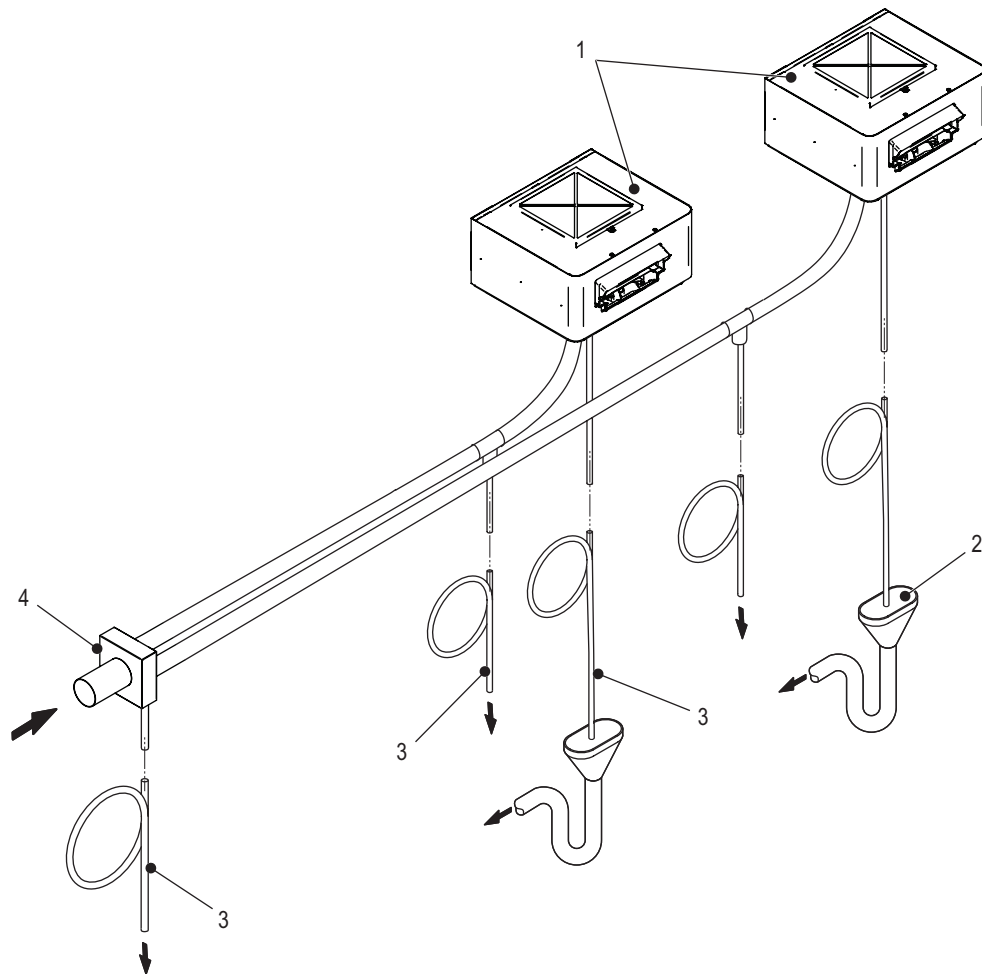

Bild 5: Typische Installation mehrerer Ventilationsgeräte mit einem Condair GS Befeuchter
Mehre Ventilationsgeräte bei den Condair GS 195/260 Befeuchtern werden abgesetzt montiert und über einen Dampfschlauchadapter angeschlossen (siehe Bild 5). Kontaktieren Sie Ihren Condair-Vertreter für weiterführende Informationen.
- Bei den Condair GS Befeuchtern ist ein Adapter für den Anschluss der Dampfleitung an mehr als ein Ventilationsgerät zu verwenden – siehe Bild 5 auf Seite 17. Kontaktieren Sie Ihren Condair-Vertreter für detaillierte Informationen zu den Dampfleitungen des Condair GS Befeuchters.